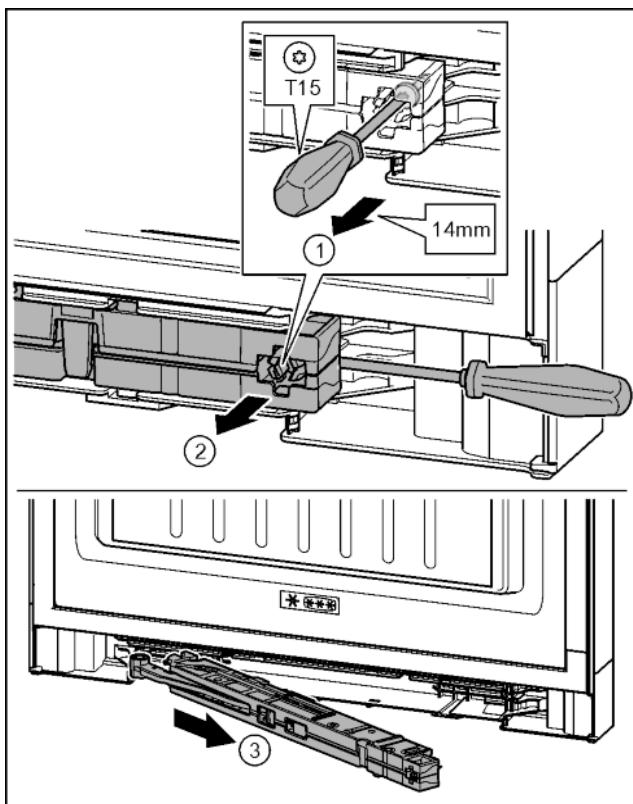

Fig. 20
- Šroub na jednotce tlumiče zavírání povolte šroubovákem T15 o cca 14 mm. Fig. 20 (1)
- Šroubovákem na straně madla zajedte za jednotku tlumiče zavírání. Otočte jednotku dopředu. Fig. 20 (2)
- Vytáhněte jednotku. Fig. 20 (3)